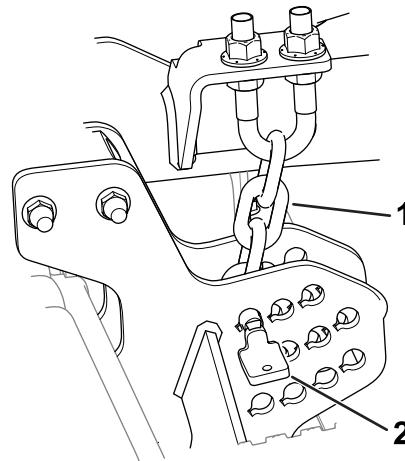

Bild 10
1. Entfernen Sie die Stifte, mit denen die Schnitthöhenketten am Heck des Mähwerks befestigt ist (Bild 10).
3. Montieren Sie die Schnitthöhenkette mit dem Stift auf die gewünschte Schnitthöhe. Der Stift sollte in das unterste Glied der Schnitthöhenkette eingebaut werden. Die Kette (Bild 10) sollte nicht verdreht sein.